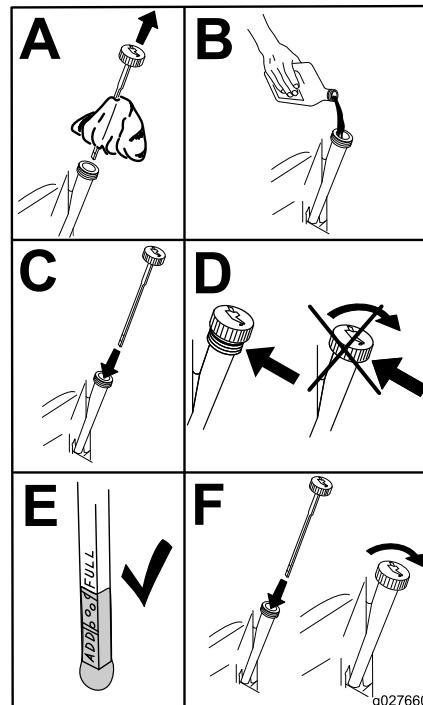

Figura 58
5. Deite cerca de 80% do óleo especificado no tubo de enchimento e adicione lentamente o óleo adicional para atingir a marca **Cheio** (Figura 58).